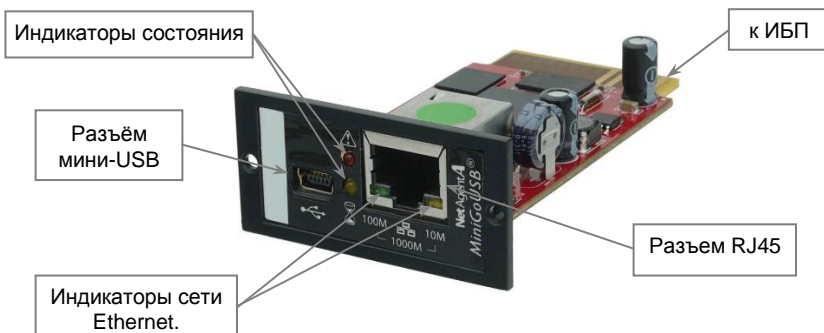

Рисунок 1 — Общий вид изделия
- подключите кабель локальной сети к разъему сетевого подключения RJ45 на лицевой панели SNMP-модуля (сетевой кабель в комплект поставки не входит), если подключение к локальной сети выполнено успешно, загорится индикатор сети (см. рисунок 1);